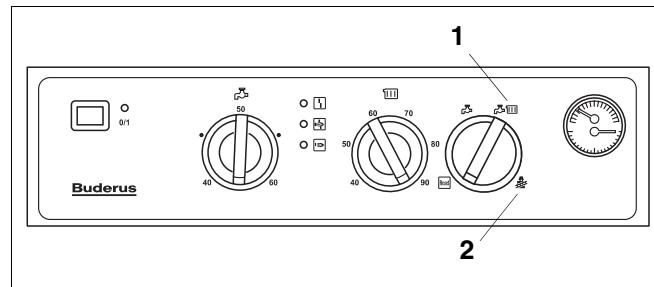

Рис. 30 Сфера обслуживания
- Повернуть винт регулировки большой нагрузки (рис. 30, поз. 2).
- Примерно через 2,5 мин. (окончание розжига) медленно повернуть потенциометр "max. Heizleistung" в направлении максимум, контролируя при этом давление в сопле, и после достижения максимального теплопотребления отрегулировать его в соответствии с данными на винте регулировки большой нагрузки (рис. 30, поз. 2).
- Повернуть винт регулировки большой нагрузки (рис. 30, поз. 2) примерно на 7 оборотов против часовой стрелки.
- Затянуть винт регулировки большой нагрузки (рис. 30, поз. 2) по часовой стрелке до упора.
- Подключить манометр к измерительному ниппелю комбинированного газового клапана (рис. 30, поз. 7) и к измерительному ниппелю проточного газового водонагревателя (рис. 27, поз. 1).
- Установить переключатель режимов работы в положение  (рис. 30, поз. 1).
- Сравнить давление манометра с таблицей давления в соплах (табл. 4 – табл. 7) и при необходимости откорректировать с помощью регулятора большой нагрузки (рис. 30, поз. 2).
- Установить потенциометр "max. Heizleistung" (рис. 26, поз. 2 auf стр. 21) на минимальную мощность с помощью регулятора малой нагрузки (рис. 30, поз. 3) (против часовой стрелки до упора).